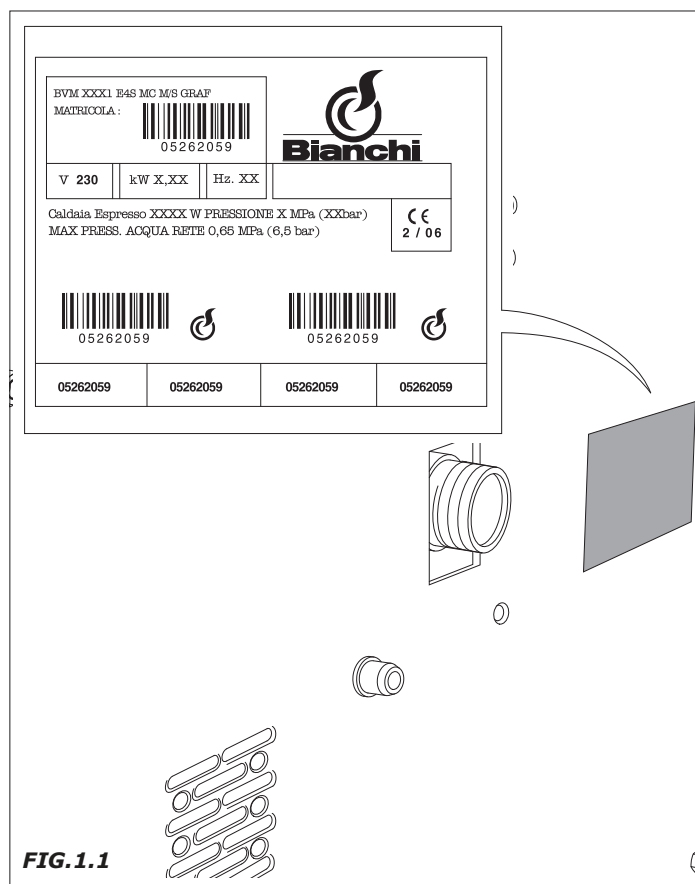

FIG.1.1
- Données reportées sur l'étiquette de propriété (figure 1.1)